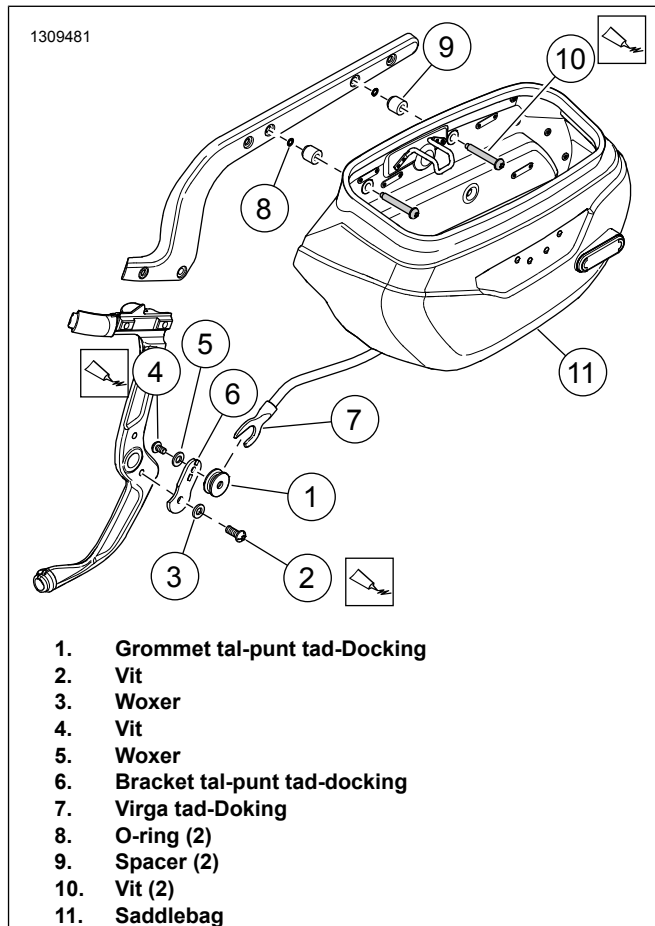

Figura 2. Immuntar tas-saddlebag (naħa tax-xellug)
1. Ara Figura 2 . Installa l-grommet tal-punt tad-docking tan-naħa tax-xellug.
- Ippożizzjona l-brekit tal-punt tad-docking (6) fuq il-frejms.
- Installa l-washer (3) u l-vit (2).